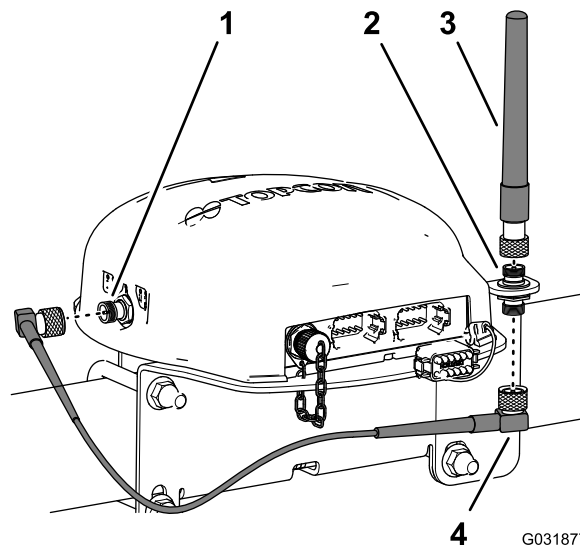

Figure 148
3. Assemblez l'antenne RTK sur le raccord supérieur du coupleur coaxial, et serrez l'écrou moleté de l'antenne à la main (Figure 148).
4. Serrez légèrement le câble d'antenne sur le raccord inférieur du coupleur coaxial (Figure 148).
5. Acheminez le câble derrière le récepteur de navigation jusqu'au connecteur coaxial du modem cellulaire CDMA ou GSM (Figure 148).
6. Branchez le câble d'antenne au connecteur coaxial du modem cellulaire CDMA ou GSM (Figure 148)